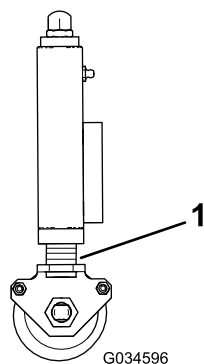

Figura 32
3. Assicuratevi che tutti gli apparati di taglio siano impostati alla stessa altezza di taglio, facendo riferimento agli anelli indicatori (Figura 32).